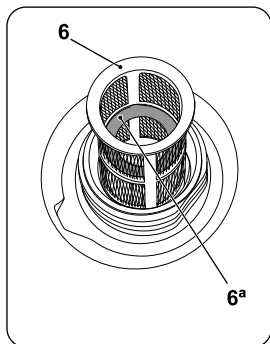

рис. 14
При заправке убедитесь в наличии топливного фильтра (6) (рис. 14) в баке. Не допускайте попадания пыли, грязи, воды и других инородных веществ в топливо.
Не заливайте топливо выше красного кольца (6^а), установленного в топливном фильтре (рис. 14), иначе позже, во время работы, оно может перелиться, когда нагреется и увеличится в объеме. Перед запуском двигателя тщательно вытрите пролитое топливо с корпуса и глушителя генератора.